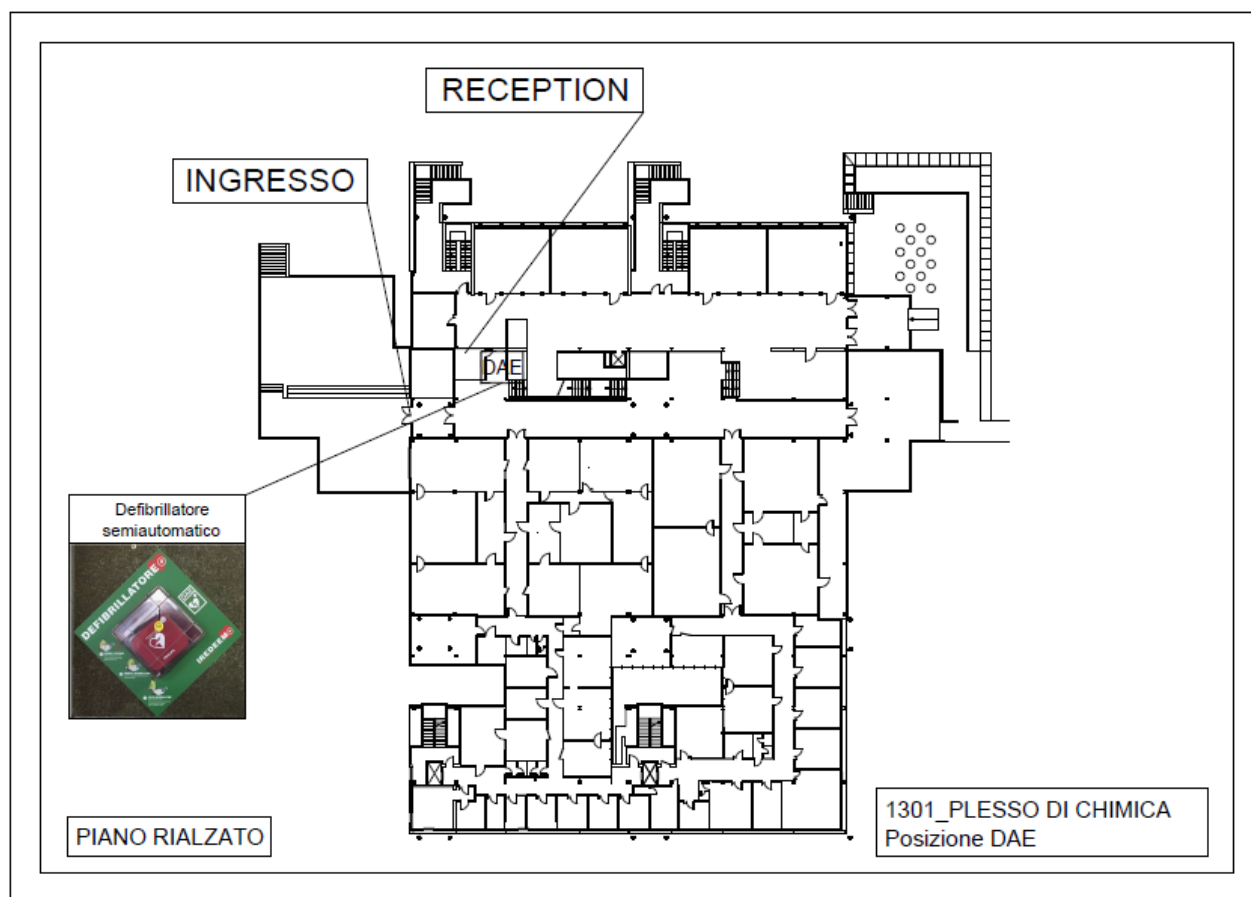

Figura 6. Ubicazione defibrillatore semiautomatico – Stralcio delle planimetrie di emergenza.
- Si assicura che uno degli addetti alla lotta antincendio o primo soccorso uscendo dai locali prenda con se il defibrillatore semiautomatico (vedi p.to 5 - Figura 6) portandolo all'esterno;